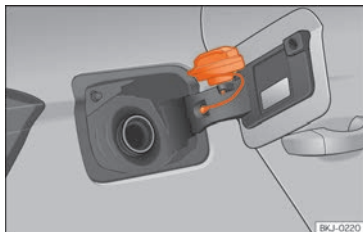

Fig. 273 Tapa del depósito con el tapón encajado.
- Colóquelo en el espacio que hay en la bisagra de la tapa abierta » » » **fig. 273**.